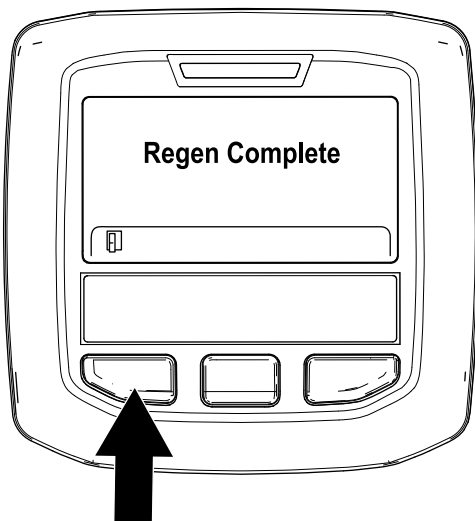

図 51
9. 駐車再生が終了すると、インフォセンターに Regen Complete と表示される。左ボタンを押してホーム画面に戻る 図 51。